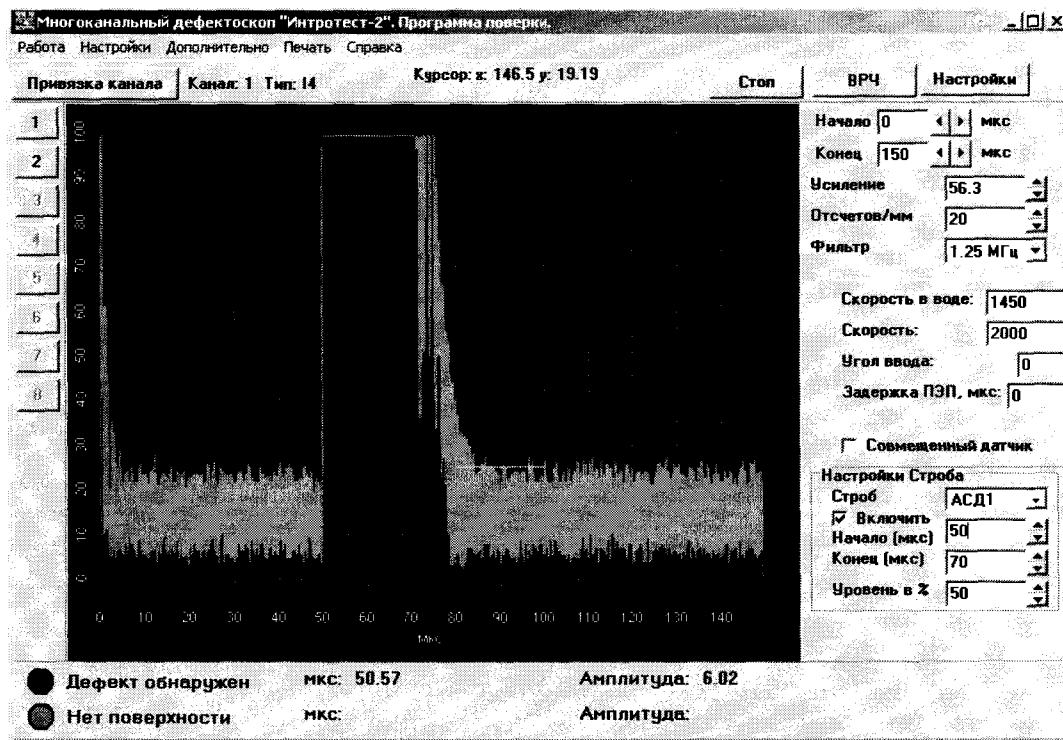

Рисунок 7 – Вид экрана при уровне шумов 25 %
8.5.5 Увеличить усиление приемника дефектоскопа до величины, при которой уровень шумов достигнет 25 % шкалы экрана. При этом амплитуда ИРС выходит за пределы экрана дефектоскопа (смотри рисунок 7).